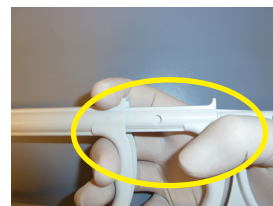
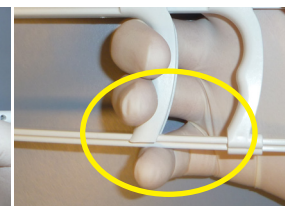

Figure 7
Figure 8
- h) Avec votre main entourant fermement la poignée, et votre pouce étant dans une position coude, votre index sur le sommet de la première poignée comme décrit sur la Figure 7 ci-dessus, et votre majeur et votre annulaire reposant fermement sur le composant central comme décrit sur la Figure 8, déplacez lentement vers l'arrière le 1er déclencheur d'un mouvement ferme sans à-coups.